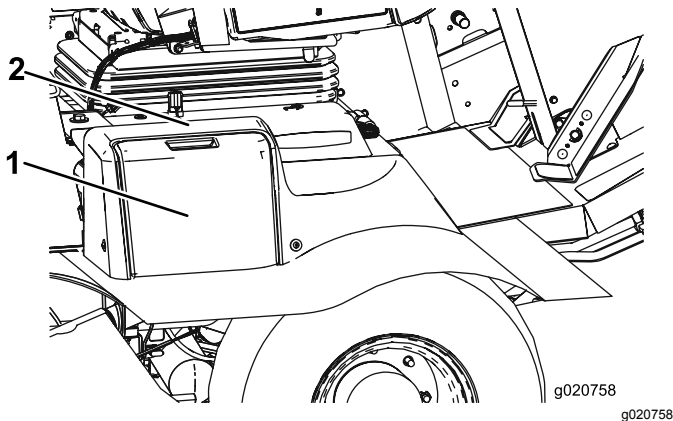

Bild 85
1. Öffnen Sie die Batterieabdeckung an der Seite der Abdeckung (Bild 85).
Hinweis: Üben Sie Druck auf die flache Oberfläche über der Batterieabdeckung aus, um das Entfernen der Abdeckung zu erleichtern (Bild 85).